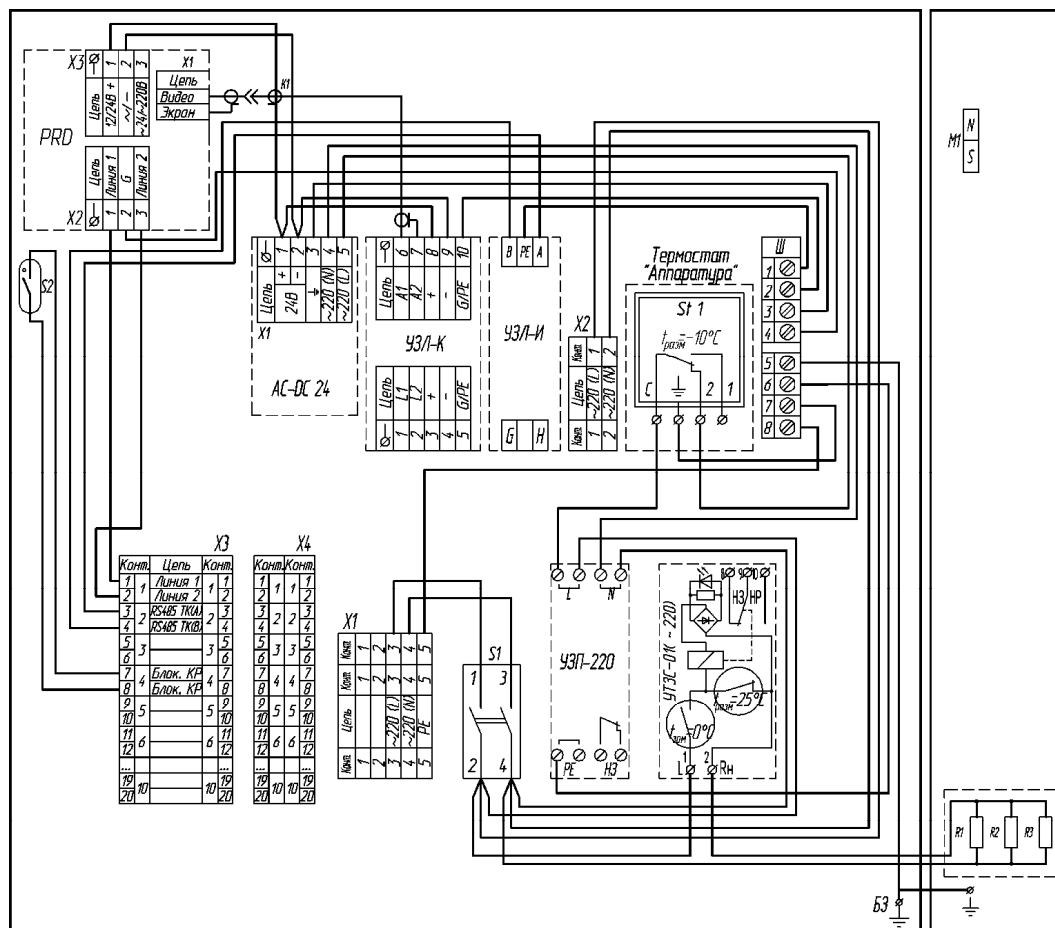
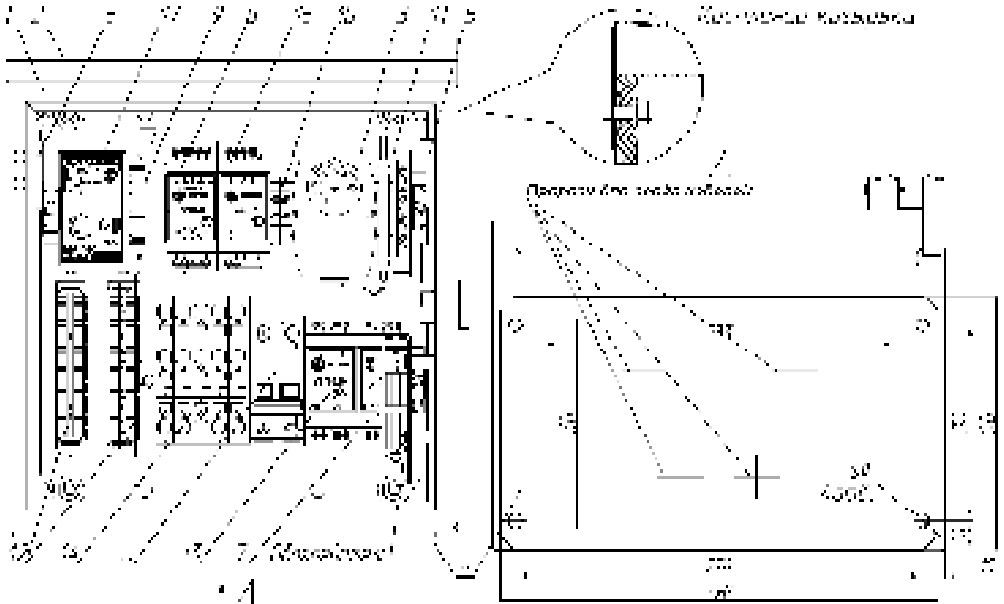

Рис.2 Схема электрическая принципиальная
Рис. 1. Устройство термошкафа (дверь открыта на 90°)
Внимание! Температура обогревателя во время работы превышает 70° С, во избежание повреждения аппаратуры и кабелей производите их монтаж на расстоянии не менее 3 см от обогревателя (R1-R3)(см. рис.1).
Состав изделия: (см. рис.1 и рис.2)
Передатчик АПВС-11 (рис.1 поз.17) (PRD);
2. Продеть вводные кабели через прорезы в термоизоляционном материале (см. вид А рис.1)
Подключение цепей изделия производится в соответствии со схемой электрической принципиальной (рис.2). Для подключения необходимо:
- магнитоконтактный извещатель S2 (поз.5 рис.1) к внешнему устройству сигнализации через контакты 7 и 8 (4-я пара) платы X3.
5. Подать напряжение питания 220В AC на клеммную колодку X1, при этом фазный провод (L) соединить с контактом 3, нулевой провод (N) с контактом 4, а провод заземления соединить с контактом 5 (PE).